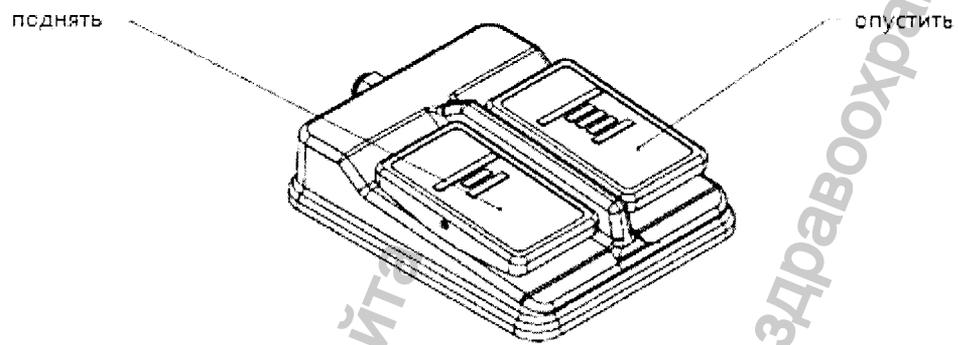

Рис. 2.
6.1 Использование педали управления (Рис.2).